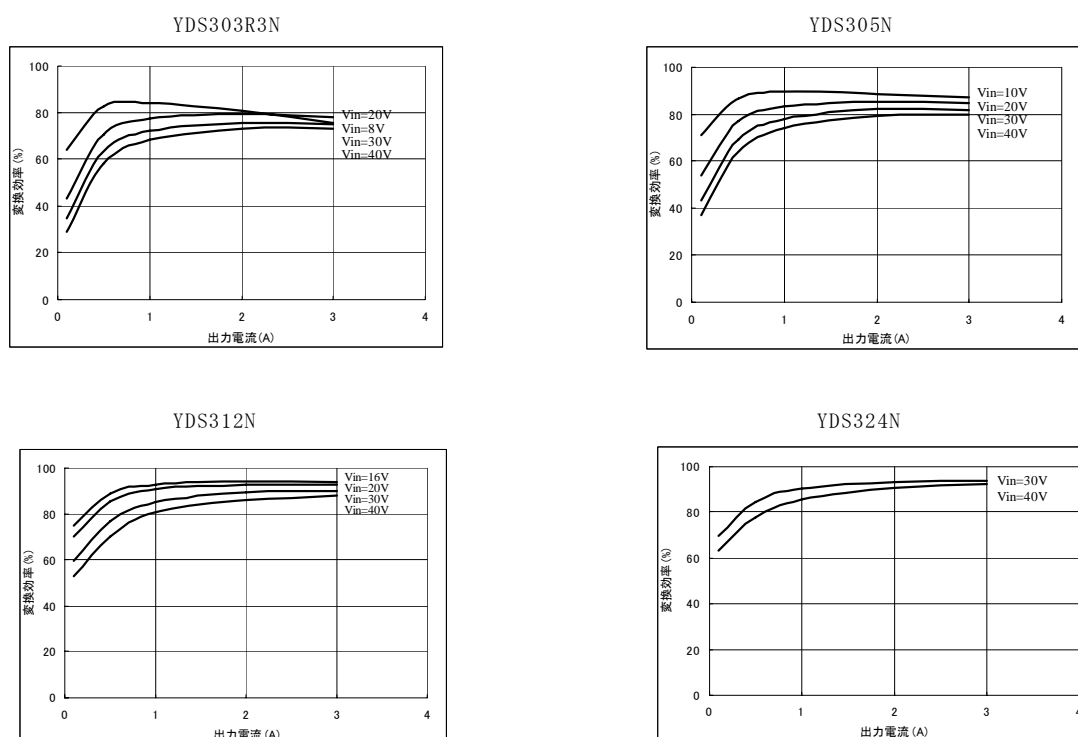

図8. 効率曲線 (Ta=25°C 代表例)
③. 効率曲線を使った求め方
- c). 図8の「効率曲線」から、b)の時の効率  $\eta$  (%)を求めます。
- c). 効率 : 約87% (図8より)